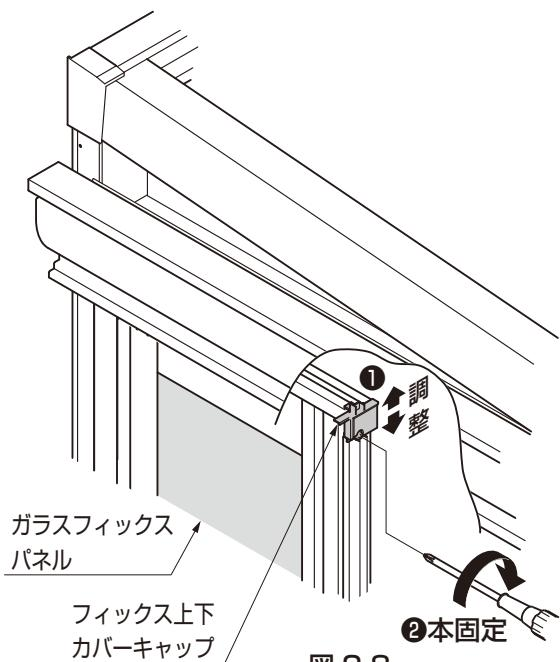
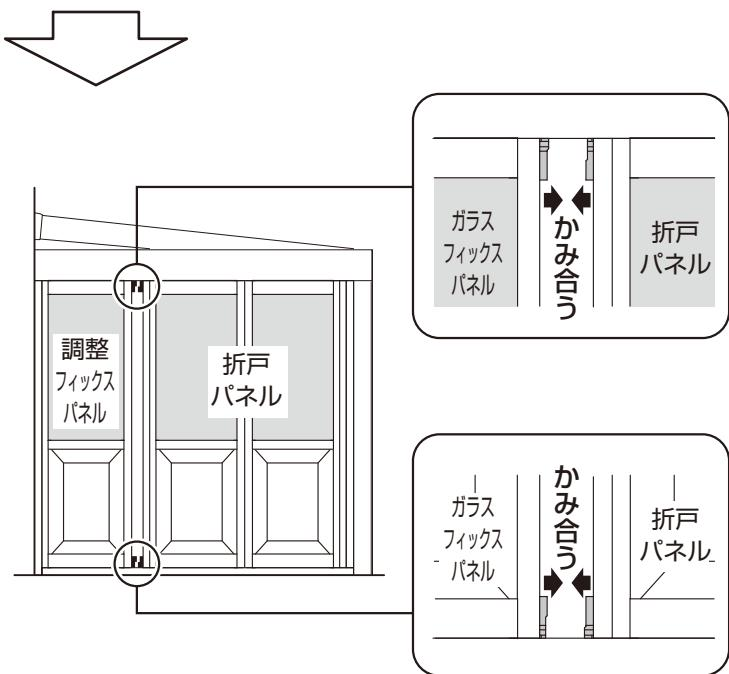

図 2-8
図 2-9
②フィックス上下カバーキャップ1、2と折戸パネル上下のパネルスペーサー大1、2がきちんとかみ合う位置で【1-5】を本固定してください。 (図2-8、図2-9参照)